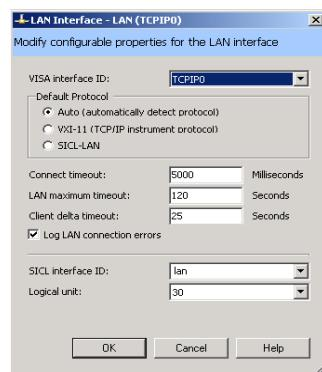

図4 LAN Interface設定ダイアログ・ボックス
- 2 エクスプローラ枠で *LANインターフェース*を選択します。プロパティ枠で **Change Properties...** ボタンをクリックします。図4に示すように、*LAN Interface* ダイアログ・ボックスが表示されます。